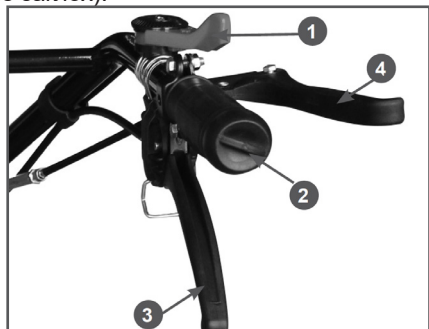

Рис. 13 Правая рабочая рукоятка
Рычагом газа 1 (Рис. 13) регулируйте скорость движения мотоблока
1. Исходное положение рычаг переключения передач в нейтральном положении (0).
4. Нажмите на рычаг реверса 3 (Рис. 13).